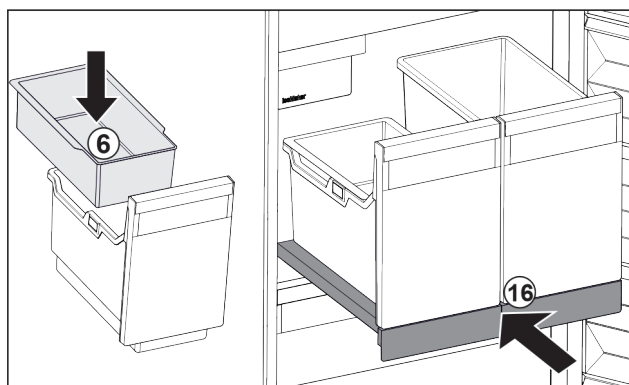

Fig. 35
- Inserire la vaschetta da agganciare Fig. 35 (6) per i cubetti di ghiaccio.
- Inserire il ripiano estraibile con il contenitore (IceTower). Fig. 35 (16)